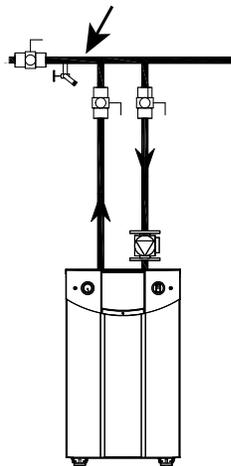

Figure 36. Emplacement du capteur système
Le signal de l'heure du jour doit être relié aux bornes 2 et 3 du connecteur J10. Voir figure 36
1. Installer le capteur système à l'emplacement indiqué en Figure 36. Connecter le capteur système aux bornes système du contrôleur configuré comme étant le principal (généralement le contrôleur principal de la chaudière 1). Utiliser les bornes 3 et 4 sur TB6.